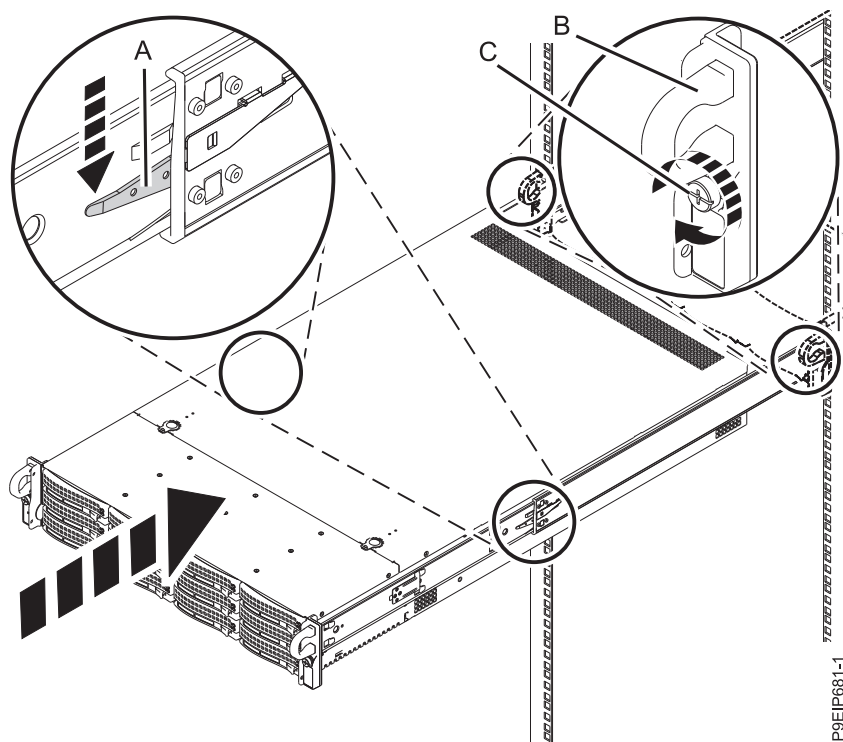

Figure 70. Mise en position de fonctionnement du système
1. Libérez les loquets de sécurité des glissières (A), comme illustré dans la figure 70, à la page 111, puis insérez le système complètement dans l'armoire. Assurez-vous que rien ne vient accrocher les câbles et le bras de routage des câbles.